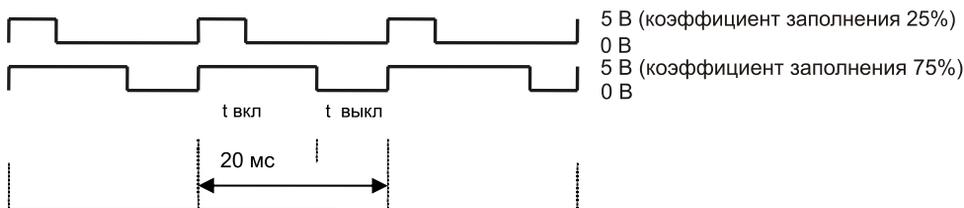

Рис. 6.9
**ШИМ** — это широтно-импульсная модуляция (от англ. *PWM* — Pulse Width Modulation). ШИМ называют модуляцией сигнала прямоугольной формы при постоянной частоте (рис. 6.9).
При постоянной частоте (здесь 50 Гц — период 20 мс) изменяется отношение времени включения ко времени выключения и, следовательно, среднее значение постоянного напряжения выходного сигнала. Если время включения  $t_{\text{вкл}}$  одинаково по продолжительности со временем выключения  $t_{\text{выкл}}$ , то *коэффициент заполнения*1 равен 50%, а среднее постоянное напряжение составляет ровно половину приложенного напряжения. Если же коэффициент заполнения меньше, как показано на верхней временной диаграмме (см. рис. 6.9), то средняя мощность меньше. Если коэффициент заполнения больше, как это показано на нижней временной диаграмме, то средняя мощность соответственно больше.